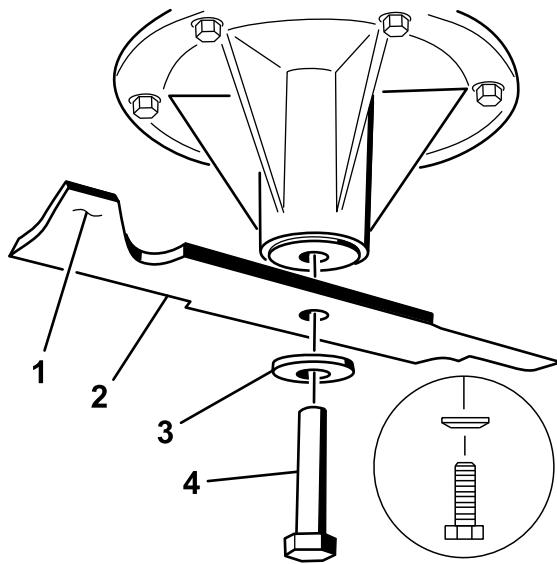

Figura 97
- Retire del eje el perno de la cuchilla, la arandela curva y la cuchilla (Figura 97).